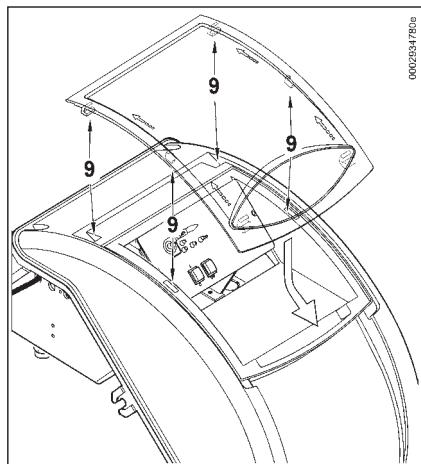

图5
- 为了合适的安装好透明的盖板，如图5所示，挂钩的位置在挂钩上的点以及 (9) 在门上的滑动点按箭头方向一直到其密封为止。只有有资格的合格技术人员才能打开电气面板。